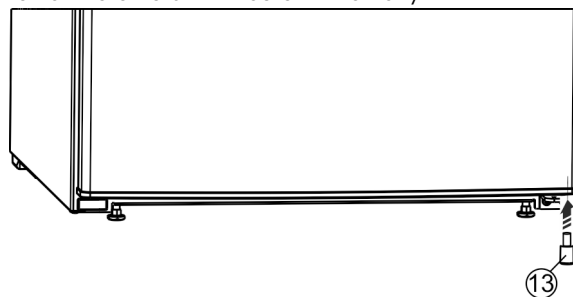

Fig. 24 *
- Element dystansowy Fig. 24 (13) włożyć ponownie do drzwi na dole po prawej stronie, ponieważ jest on istotny dla zachowania stabilności urządzenia.*